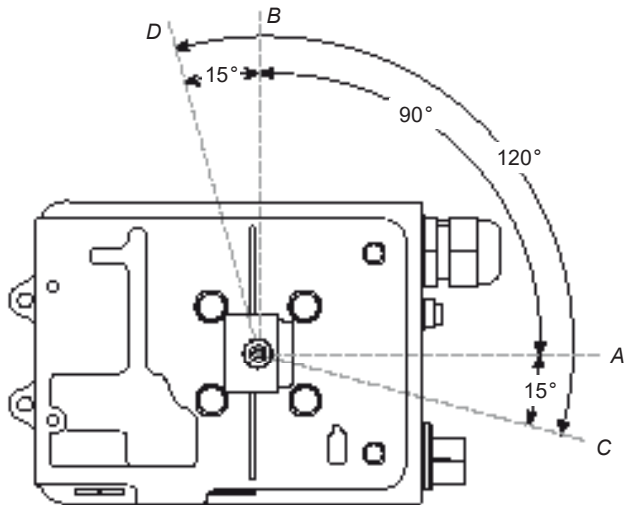

Fig. 23 Onderaanzicht van de klepstandsteller - Orientatie magneet voor servomotor met rotatie in wijzerzin .
5.3.2 Pas de orientatie van de magneet aan zoals weergegeven in Fig. 23 en 24 en span de bout aan om de positie van de magneet te fixeren. De afstand tussen de magneet en de klepstandsteller moet 5 tot 14 mm bedragen.